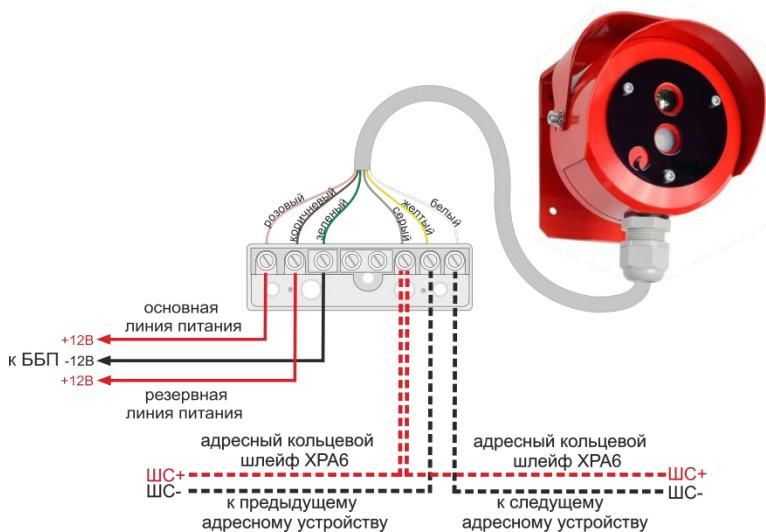

Рис.3 Схема внешних подключений извещателя
- 5) с помощью «Программатора ХРАб» запрограммировать адрес извещателя. Для этого необходимо соединить клеммы «ШС+» и «ШС-» (см. рисунок 3) извещателя и программатора при помощи двух проводников.
- 8) подключить внешние соединительные линии в соответствии со схемой подключения (см. рисунок 3)